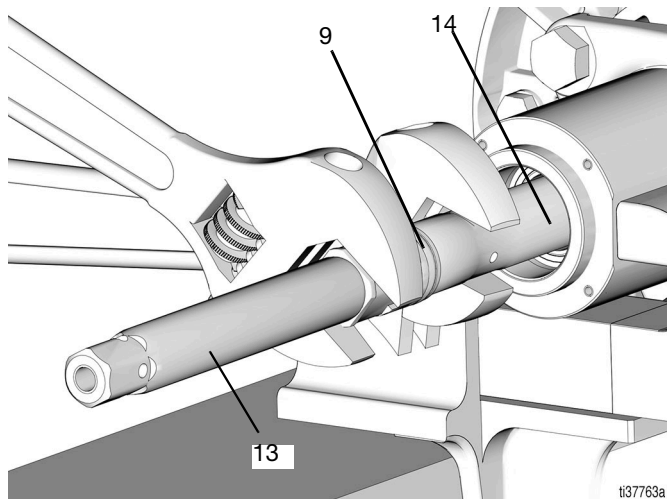

Рис. 12
14. Поместите один гаечный ключ на лыски штока поршневого насоса (14), а другой гаечный ключ - на лыски поршня для жидкости (9). Ослабьте и удалите поршень для жидкости (9) (Рис. 12).